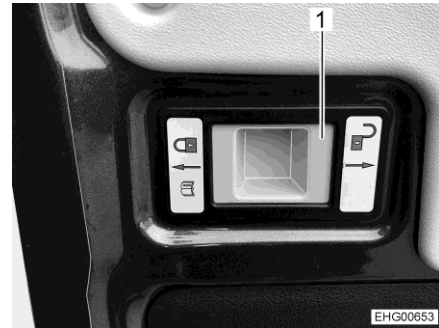

Bild 15 Handtag för att frigöra begränsningen
- Tryck handtaget (Bild 15,1) åt höger ("öppet lås"-symbol), håll i bakluckan och öppna den försiktigt ytterligare.
- ▷ När de bakre dörrarna stängs igen, begränsa öppningsvinkeln igen. För att göra detta, tryck handtaget (Bild 15,1) åt vänster ("låst lås"-symbol).